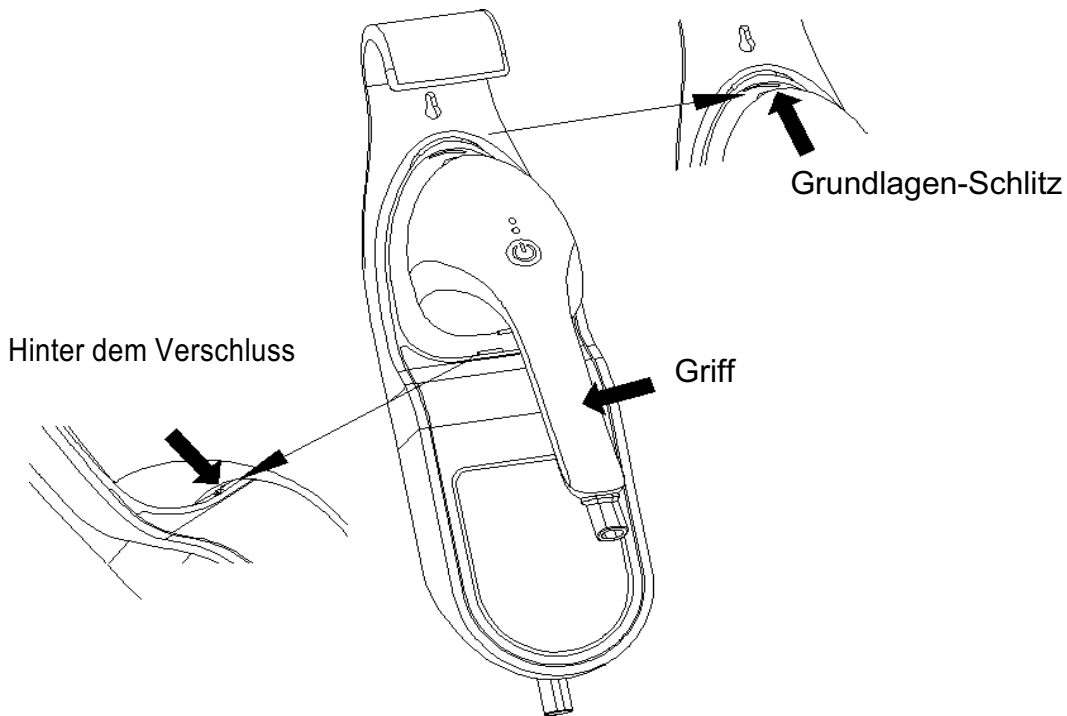

Abbildung 5
1. Das Bügeleisen in die Grundlage einsetzen: der vorstehender Teil des Bügeleisens muss in den Grundlagen-Schlitz eingesetzt werden. Drücken Sie dann der Griff des Bügeleisens senkrecht, und schieben Sie das Bügeleisen in die Grundlage, so dass dieses vollständig in der Grundlage befestigt ist und nicht automatisch herunterfallen kann (siehe Abb. 5).